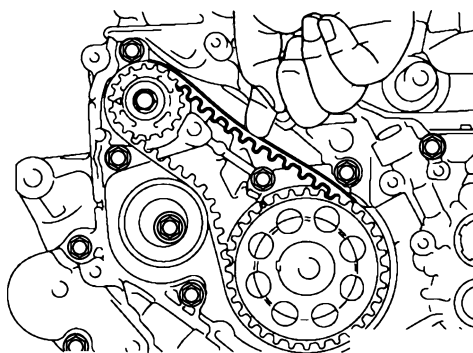

图 28-36 按压正时带检查挠度
- 6) 如图 28-36 所示，用食指按压正时带 B 张紧侧中间部位，查看正时带挠度，正时带应挠曲 $5 \sim 7 \text{ mm}$ 。